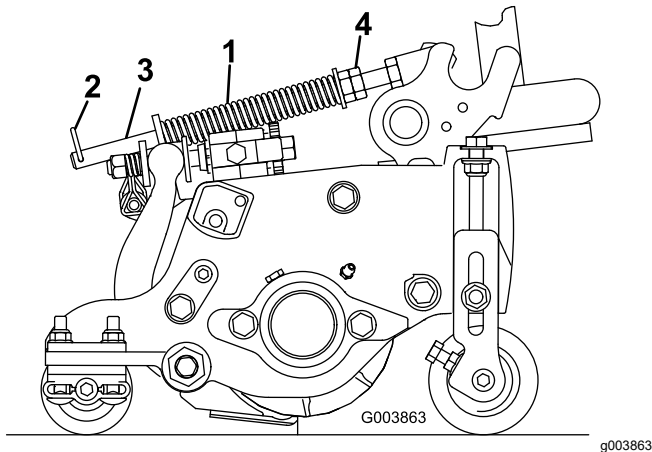

Bild 21
Die Rasenkompensierungsfeder (**Bild 21**) verlagert das Gewicht von der Front- zur Heckrolle. Dies reduziert ein Bobbing genanntes Wellenmuster auf der Grünfläche.
1. Stellen Sie sicher, dass der Splint in das hintere Loch in der Federstange eingesetzt ist (**Bild 21**).
2. Ziehen Sie die Sechskantmuttern vorne an der Federstange an, bis die komprimierte Länge der Feder 15,9 cm beträgt, siehe Bild 21.